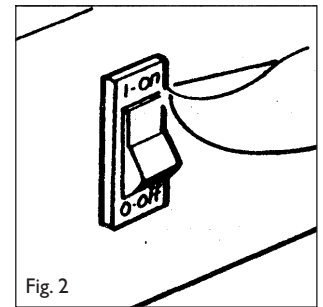

Fig. 2
- Portare l'interruttore della ventola in posizione I (Fig. 2) ed assicurarsi che la ventola giri.